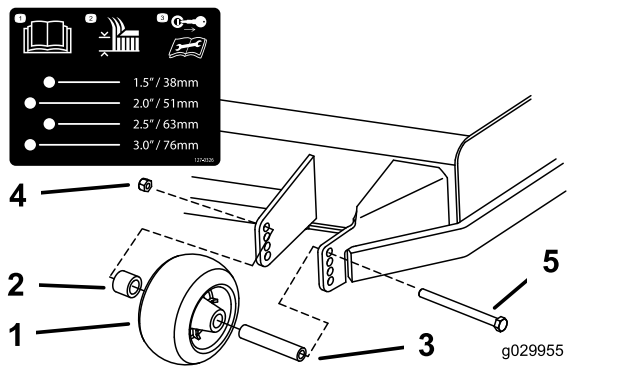

Figura 31
3. Ajuste los rodillos protectores del césped, tal y como se muestra en la **Figura 31**, la **Figura 32** y la **Figura 33**.